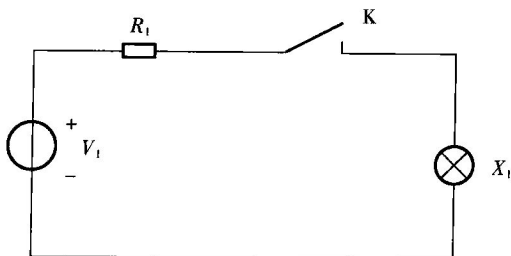

图 1.5 手电筒设计电路
设计电路:如图 1.5 所示,其中灯泡为 2.5V, R 为 50Ω ,电源为 3V。
(1)按图 1.5 接好电路。